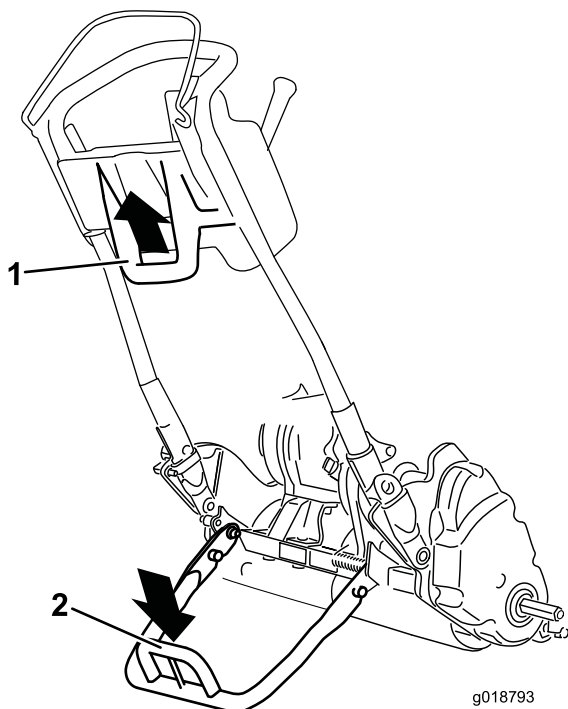

図 19
- 移動走行タイヤの着脱のためにキックスタンドを操作するには、スタンドを床面まで下げ、ループを足で踏みつけた状態のままで、機体下部についているハンドルを持ってマシンを後方に引いてください（図 19）。